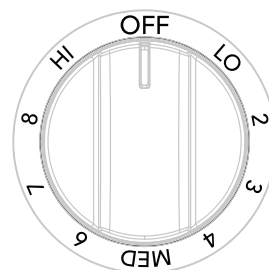

Figure 3 : Brûleur de surface simple du bouton de commande
2. Appuyez sur le bouton de commande de surface et tournez-le dans une direction ou dans l'autre, jusqu'au réglage désiré (voir Figure 3). Commencez la plupart de vos cuissons par un réglage élevé, puis diminuez la chaleur pour terminer la cuisson. Chaque élément de surface fournit une quantité de chaleur constante à chacun des réglages. Une zone de couleur rouge brillante qui dépasse du bord inférieur de l'ustensile indique que ce dernier est trop petit pour la zone de chauffage utilisée.